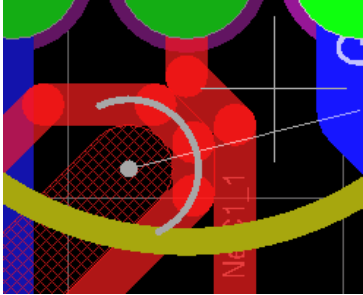

图6-28 双层手动布线•使用Shift +SPACEBAR来选择各种线的角度模式。角度模式包括：任意角度，45°，弧度45°，90°和弧度90°。按空格键切换角度。
- 完成PCB上的所有连线后，如图6-28所示，右键单击或者按下ESC键以退出防止放置模式。
如果您设计中的布线与图6-28所示的不完全一样，也是正确的，因为元器件摆放位置不完全相同，布线也会不完全相同。